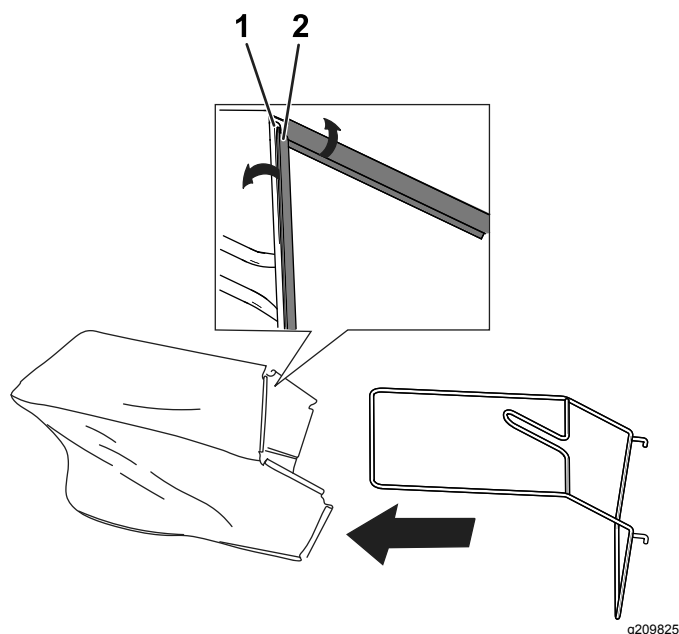

Bild 8
1. Schieben Sie den Rahmen des Fangkorbs in den Fangkorb (Bild 8).
2. Befestigen Sie alle sechs Fangkorbclips am Fangkorbrahmen (Bild 8).